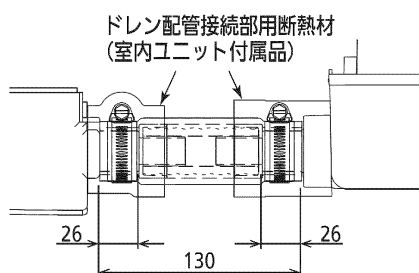

図10
■ドレンホースの取り付け (図9, 図10, 図11)
- ① ドレンホース(ドレンアップキット付属品)にホースバンド2個(ドレンアップキット付属品)を緩めた状態で取り付けてください。
- ② 室内ユニットのドレンパンとドレンアップキット(本体)をドレンホースで繋いでください。必ず奥まで挿し込んでください。ホースバンドをテープに合わせて締め付けてください。(締付トルク: 3.0~3.5N・m)